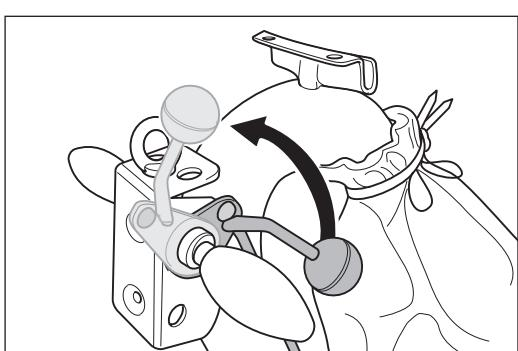

Abb. 12 Den Ablasshebel am Handgriff nach oben bis zum Anschlag ziehen. Dadurch wird die Schleifwalze vom Boden abgehoben.
- 1 Ziehen Sie den Ablasshebel am Handgriff nach oben bis zum Anschlag (Abb. 12). Dadurch wird die Schleifwalze vom Boden abgehoben.
- Ziehen Sie den Ablasshebel am Handgriff nach oben bis zum Anschlag (Abb. 12). Dadurch wird die Schleifwalze vom Boden abgehoben.
- 1 Bevor Sie die Maschine ausschalten, heben Sie die Schleifwalze vom Boden ab. Ziehen Sie dazu den Ablasshebel am Handgriff nach oben bis zum Anschlag (Abb. 12).